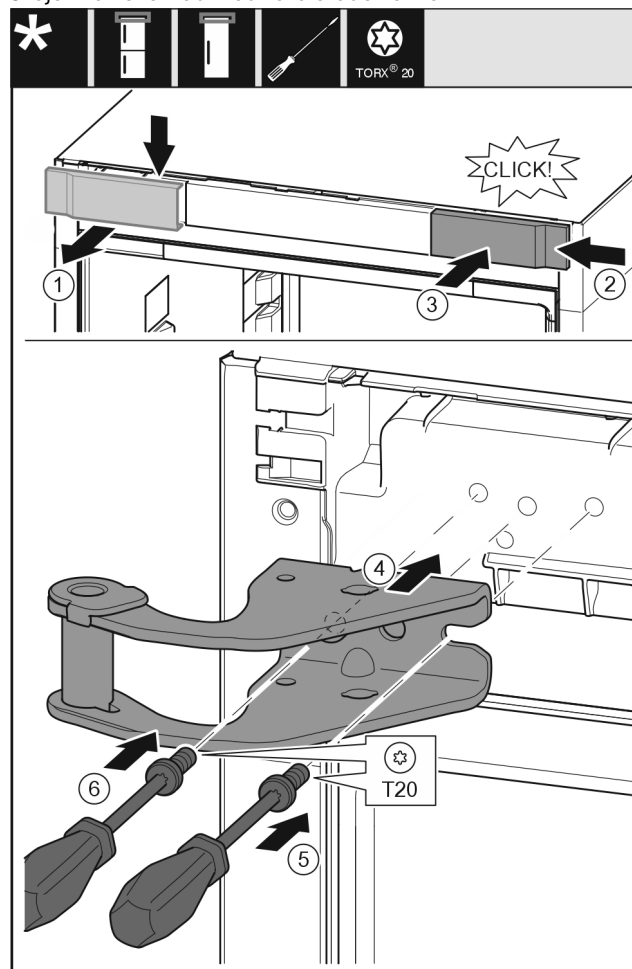

Fig. 8
- ▶ Odeberte kryt shora dopředu. Fig. 8 (1)
- ▶ Kryt otočený o 180° zavěste na druhé straně zprava. Fig. 8 (2)
- ▶ Zaklapněte kryt. Fig. 8 (3)
- ▶ Nasadte horní stojan ložiska. Fig. 8 (4)
- ▶ Šroubovákem T20 nasadte šroub a utáhněte. Fig. 8 (5)
- ▶ Šroubovákem T20 vložte šroub a utáhněte. Fig. 8 (6)